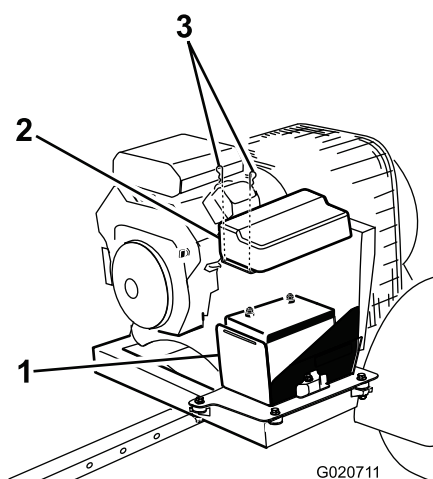

Figure 4
1. Détachez les clips qui retiennent le couvercle de batterie sur le compartiment de batterie (Figure 4). Déposez le couvercle du compartiment.